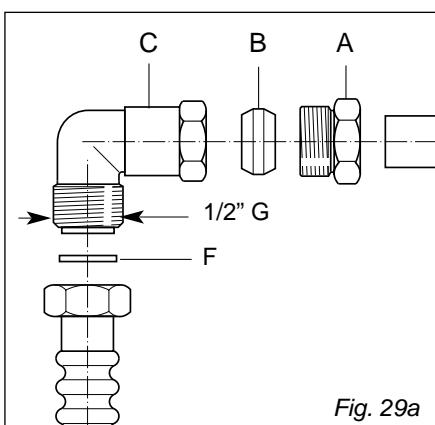

Fig. 29a
Le groupe raccordement (fig. 29a - 29b) se compose de:
- ✓ **Le joint F et le biconne B (fig. 29a - 29b, 29c - 29d) sont les éléments de garantie de l'étanchéité du branchement au gaz.**